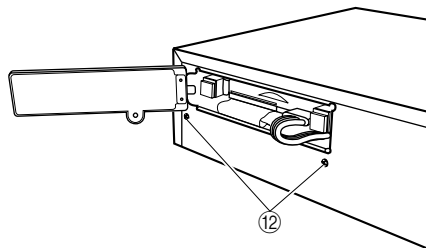

Fig. 15
- Remove 2 screws (⑫). (Fig. 15)
- ⑫のネジ2本を外します。(Fig. 15)